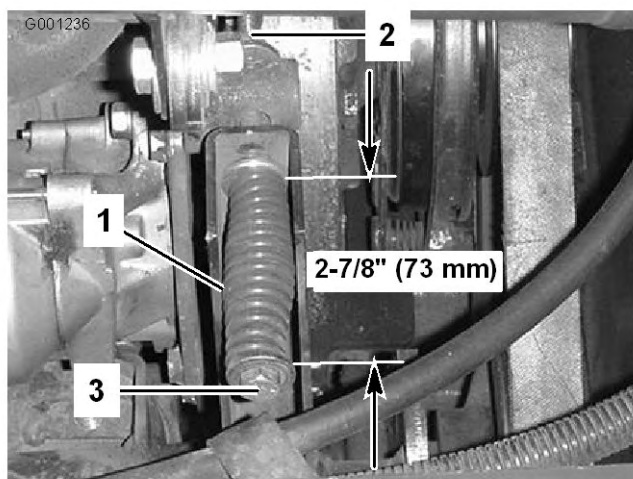

Bild 65
3. Lösen Sie die Klemmmutter der Spannstange (Bild 65).
4. Ziehen Sie die Riemenspannungsfeder mit einem 0,5 Zoll Schraubenschlüssel an oder lösen Sie sie (Bild 65). Stellen Sie die Feder auf eine Länge von 73 mm ein.
4. Lösen Sie die Riemenspannungsfeder mit einem 0,5 Zoll Schraubenschlüssel (Bild 65).
6. Setzen Sie den neuen ZWA-Riemen auf und ziehen Sie die Spannscheibenfeder auf 73 mm an (Bild 65).
7. Ziehen Sie die Klemmmutter fest (Bild 65) und schließen Sie die Motorhaube.